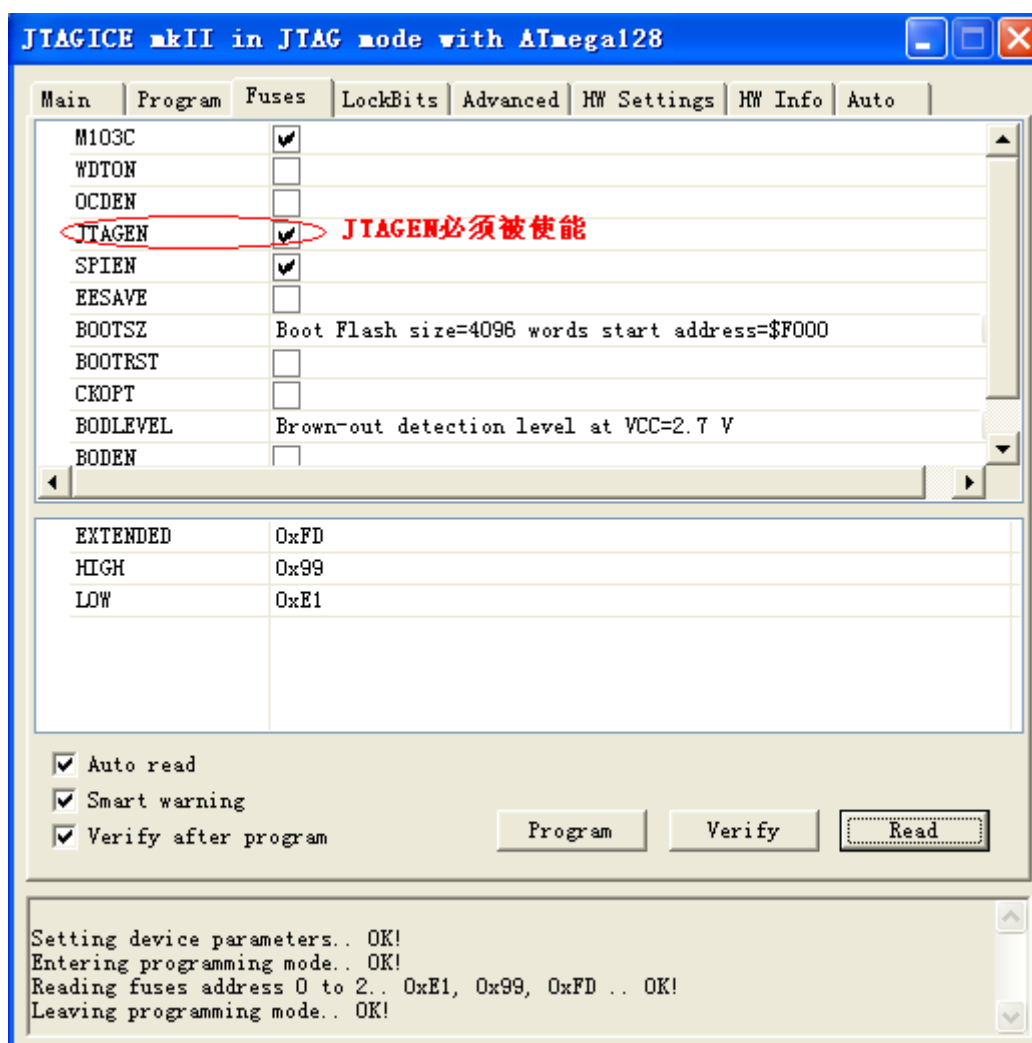

图 4-4 JTAG 编程选择
1. 如果要进行有效 JTAG 编程,必须先保证芯片的熔丝位 JTAGEN(JTAG Enable)使能(出厂时芯片 JTAGEN 已使能)。如果目标芯片的 JTAGEN 熔丝位没有被编程 JTAG 接口就不能使用,该熔丝位不能通过 JTAG 接口进行使能,而必须采用其它的编程模式(ISP/PP/HVSP)来使能 JTAGEN,如图 4-4 所示: